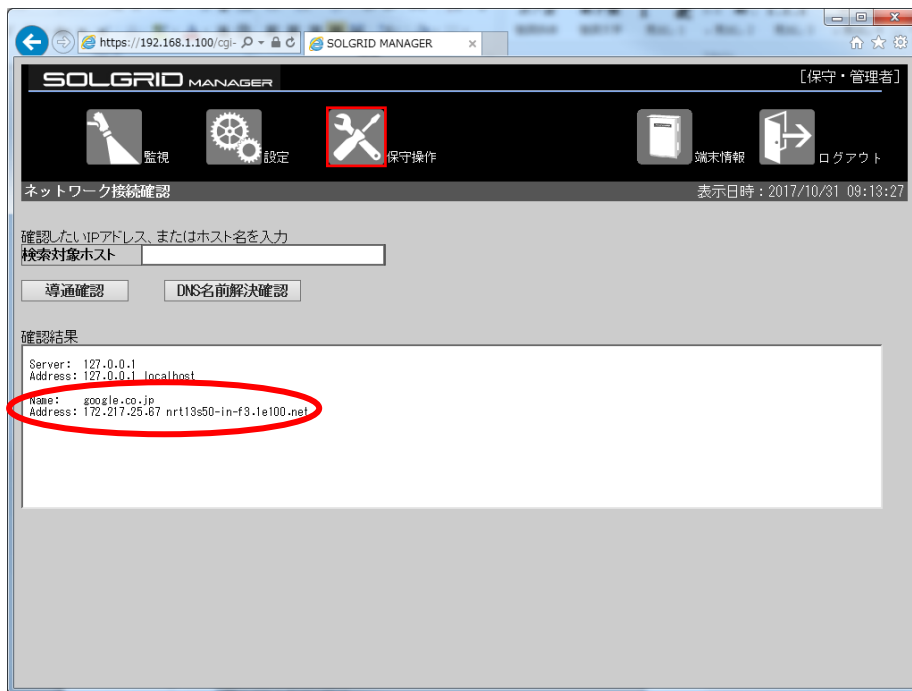

図 3.7-52 DNS 名前解決結果・正常時
④「確認結果」にコマンドの実行結果が表示されます。結果の確認方法の詳細は図 3.7-52 を参照してください。
正常な場合は図 3.7-52 に示すように下段に入力したホスト名とそのホストの IP アドレスが表示されます。表示された IP アドレスが、設定されたものと違う場合は、ネットワーク管理者に相談してください。